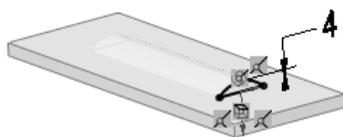

图 4.3.1 编辑草图
(2) 用同样的方法删除 Cut-Extrude1 和 Sketch3。
Step4. 修改尺寸。单击设计树中 Boss-Extrude1 前的“+”，右击 Sketch2 特征，在系统弹出的快捷菜单中选择 命令，进入草绘环境。将图 4.3.1 所示的尺寸 4 改成 6 后退出草绘环境。